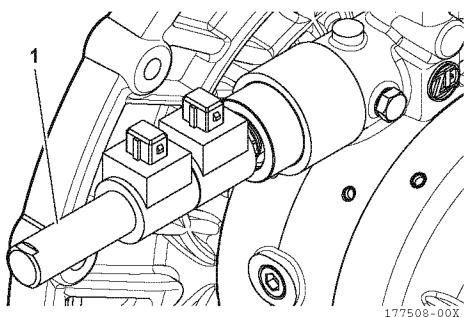

Figure 7
2. Dévissez et retirez le couvercle (1, **Figure 7**).